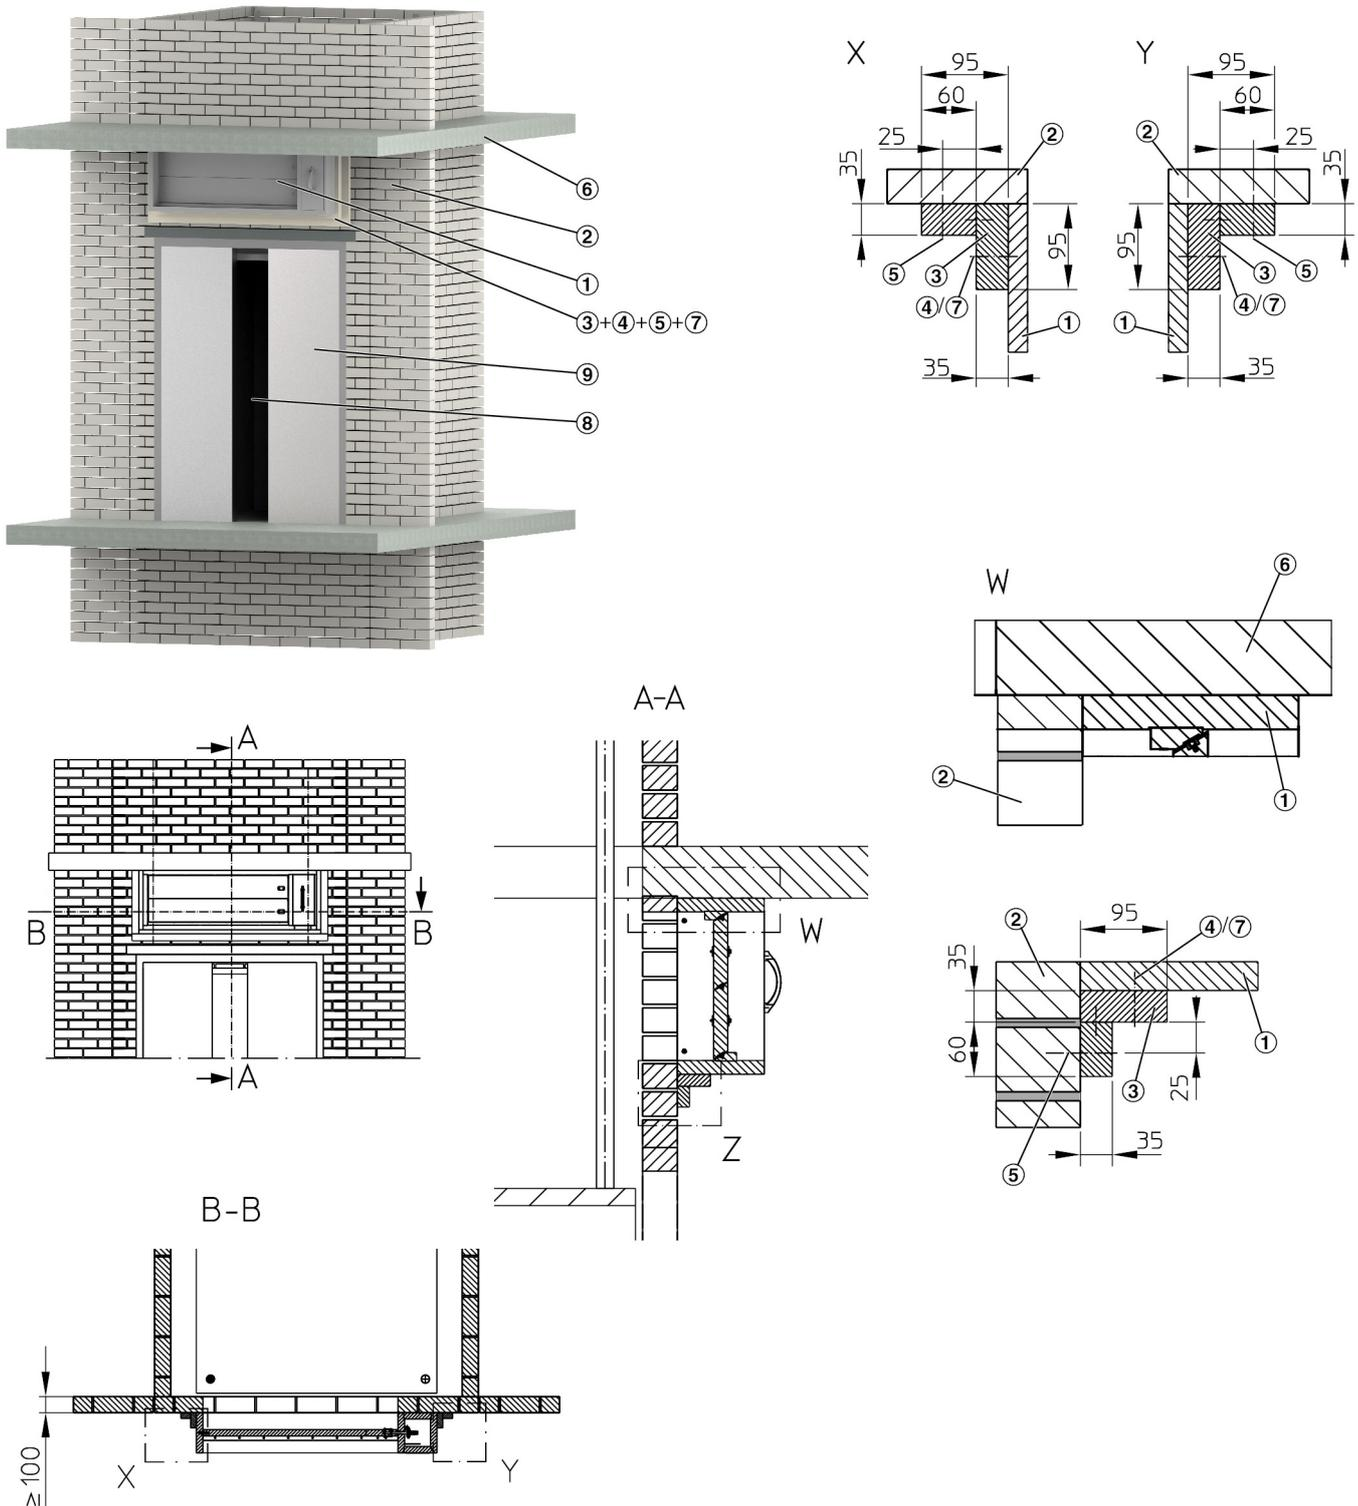

Abb. 22: Trockeneinbau an massiver Schachtwand (Feuerwehraufzug)
2. ▶ Riegel (Abb. 22/3) herstellen und an der unteren Seite der Entrauchungsklappe vormontieren.
Riegel an den Stossstellen (Abb. 22/2) untereinander und am Gehäuse verkleben (z. B. K84, Promat oder gleichwertig) und am Gehäuse der Entrauchungsklappe mit Schnellbauschrauben 4×70 mm verschrauben (mit $\varnothing 3$ mm vorbohren), Schraubabstand ≤ 200 mm.